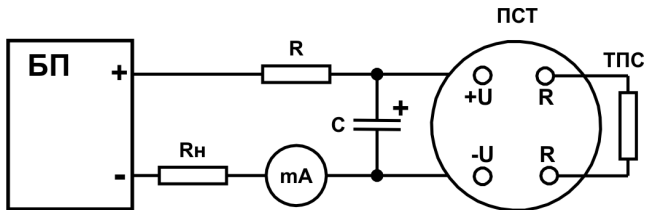

Рис.4
10.1. Для устойчивой работы преобразователя рекомендуется установить на входе питания преобразователя RC-фильтр 47 Ом, 10...100 мкФ, 50 В (см. рис.4).